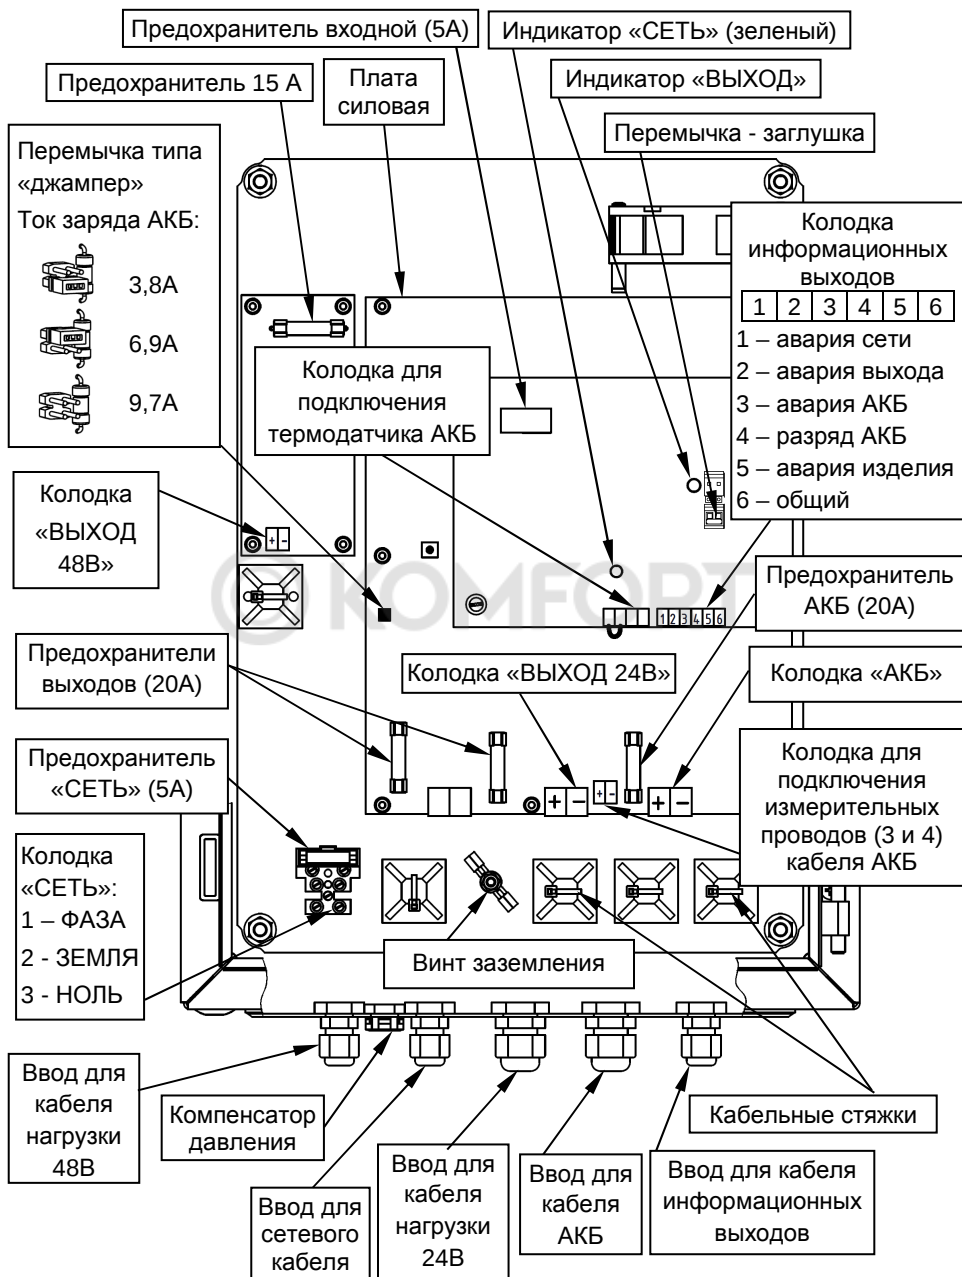

Рисунок 2 - вид изделия с открытой дверцей
Подвод проводов сетевого питания, выходной нагрузки и АКБ осуществляется через герметичные кабельные вводы, установленные на нижней стенке корпуса (см. рисунок 2). При открытой дверце осуществляется доступ к печатным платам изделия и расположенным на них предохранителям, перемычкам, клеммным колодкам и индикаторам «СЕТЬ» (зеленого цвета) и «ВЫХОД 24В» (красного цвета).
Изделие обеспечивает ограничение тока заряда АКБ. Выбор одного из трех значений ограничения тока заряда АКБ осуществляется установкой/удалением соответствующей перемычки типа «джампер» (см. рисунок 2) в соответствии с рекомендациями таблицы 2.
Схемой источника предусмотрен разъем, контакты которого замкнуты предустановленной перемычкой-заглушкой (заводская установка). Разъем расположен на плате управления (см. рисунок 2) и предназначен для подключения внешнего управляющего контакта «ВЫХОД» (например: контакт внешнего реле, кнопки или тумблера).
Подключение внешних цепей к изделию в соответствии с назначением клемм подключения (см рисунок 2) следует выполнять в следующей последовательности:
- провод заземления подключить к клемме 2 (ЗЕМЛЯ) на колодке «СЕТЬ» (см. рисунок 2);
- установить перемычками требуемое значение ограничения тока заряда АКБ (см. рисунок 2 и таблицу 2);
- проверить наличие и исправность предохранителей, расположенных на плате силовой и плате управления (см. рисунок 2);
- подключить с соблюдением полярности к клеммам колодок «ВЫХОД 24В» и «ВЫХОД 48В» кабели питания нагрузок (см. рисунок 2);
- зафиксировать подключенные к изделию кабели кабельными стяжками (см. рисунок 2);